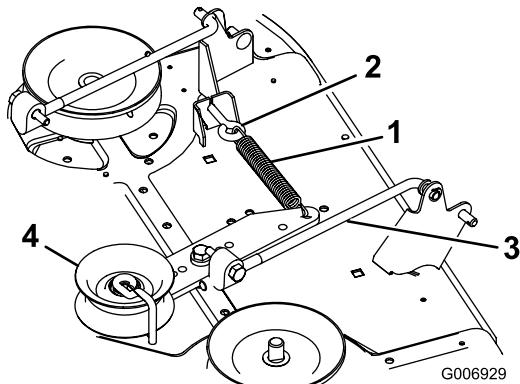

Figure 38
7. Décrochez le ressort situé sur le bras de la poulie de tension de la patte du plateau de coupe (Figure 38).